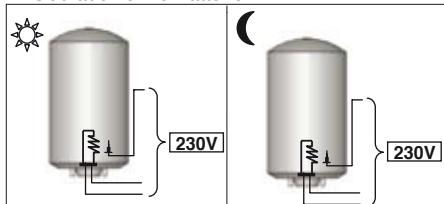

Abbildung 14 - PROfessional TECH Dauer-Stromversorgung
② Dauer-Stromversorgung
- > Widerstand und PROfessional TECH \Rightarrow Dauer-Stromversorgung (Abbildung 14)